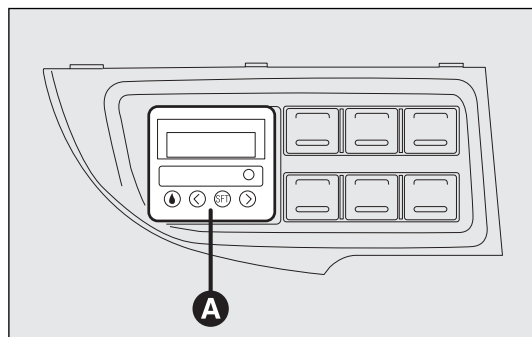

fig. 61
- un temporizador digital A-fig. 61 para programar la hora de encendido del calefactor o para la activación manual del mismo.